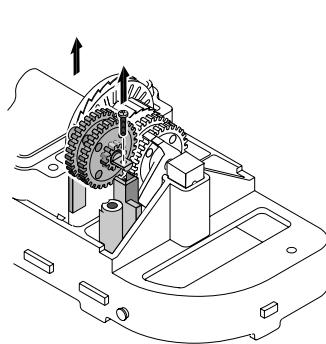

Figure 21
6. Déposer la vis de pression, l'arbre court à pignons et les pignons (Figure 21). Ne pas désolidariser les pignons de l'arbre.